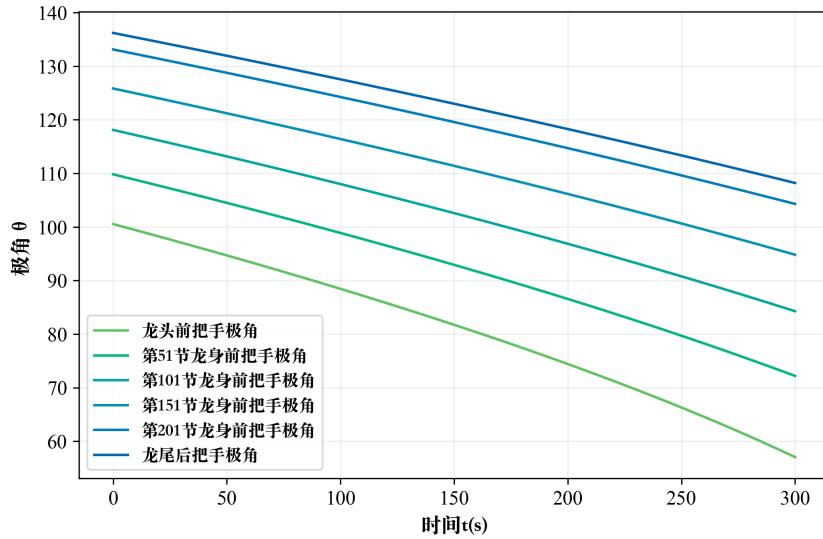

图5 $t = 0s$ 至 $t = 300s$ 部分把手的极角变化情况
- 若作出极角的变化图像（如图5所示），我们可以发现越靠内圈的把手，极角变化速度越快。这是因为越靠内圈，把手的运动半径就越小，为了保持相同的速度，极角的变化率就会变快。这也验证了我们建立的模型的合理性。
正如我们在问题一中所作的分析（如图 5所示），内圈板凳的极角变化速度更快，这意味着在同一时间内，内圈板凳的角度变化比外圈板凳更大。